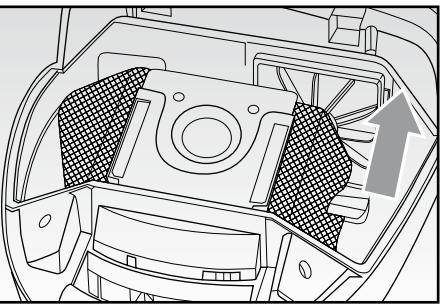

Fig. 8
- Estrarre il sacchetto, prestando attenzione a non strapparlo, fare scivolare la parte di cartone rigida o in plastica nel caso di sacchetto in tessuto, nelle apposite guide (FIG. 8). Gettarlo nel bidone della spazzatura nel caso di sacchetto in carta, oppure svuotarlo ed eventualmente lavarlo con acqua e detergente neutro nel caso di sacchetto in tessuto.